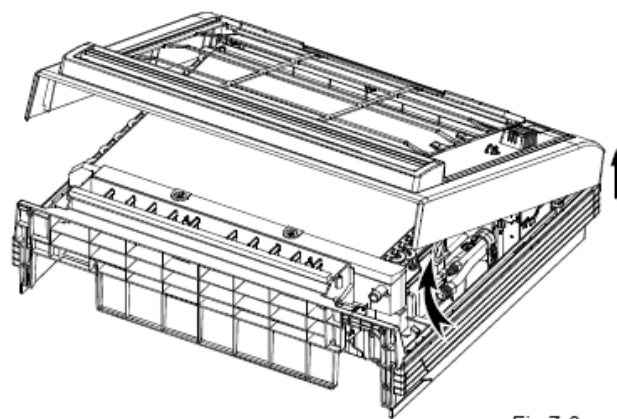

Fig.7-3
- Öppna nedre delen av framplattan och lyft den upp till en vinkel som är 30 grader, sedan övre delen av framplattan kommer att tas upp (se Fig. 7-3).